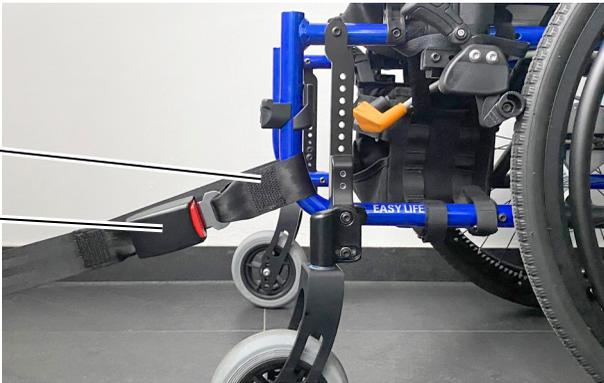

Abbildung 15: Befestigung an durch Rollstuhlersteller vorgegebenen Befestigungspunkt
- ⇒ Verstellen Sie beide Magnete so weit wie möglich in Richtung der Gurtschlösser (siehe Abbildung 15).
Befestigen Sie dazu die Gurtschlaufen oder die Haken an den durch den Rollstuhlhersteller vorgegebenen Befestigungspunkten, wenn keine AMF-Brunns Kraftknotenadapter am Rollstuhl vorhanden sind (siehe Abbildung 15, Seite 46).